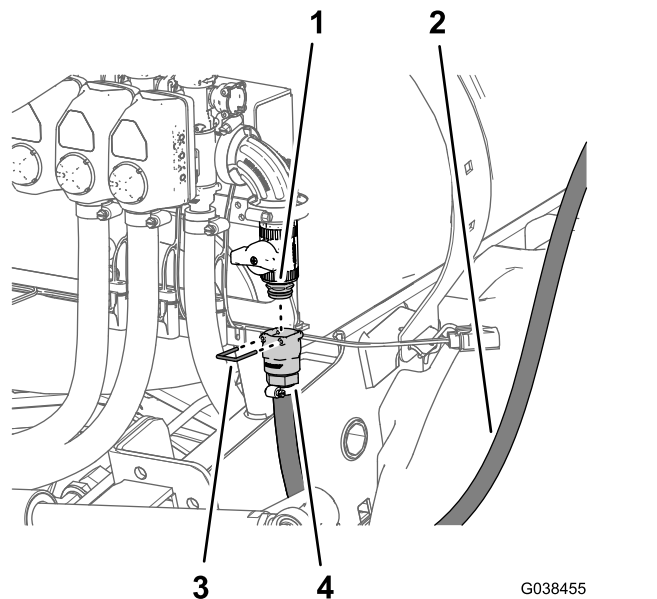

Figura 92
5. Fissate i raccordi di collegamento rapido dei flessibili e la valvola di intercettazione flangiata con il fermo fornito con il raccordo di collegamento rapido del flessibile (Figura 92).